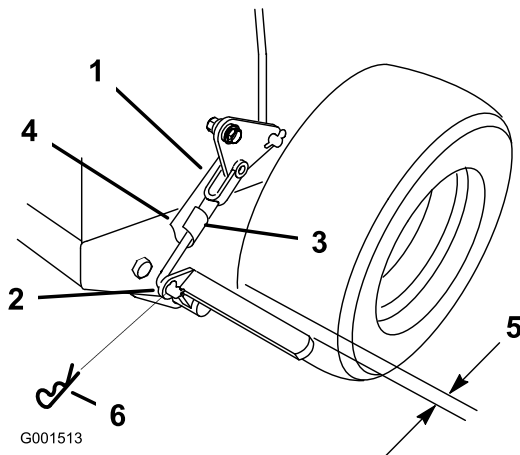

Bild 41
3. Entfernen Sie den Federsplint aus dem Bremsunterlenker (Bild 41).
Sie den Bremsgestängebügel nach links aus dem Bügel heraus, um die Feststellbremse zu lösen (Bild 41).
Hinweis: Bei gelöster Feststellbremse sollte der Abstand zwischen dem Reifen und der flachen Stange ca. 6 mm sein (Bild 41).
5. Befestigen Sie den Unterlenker mit dem Splint und dem Lastösenbolzen am unteren Bremshebel (Bild 41).